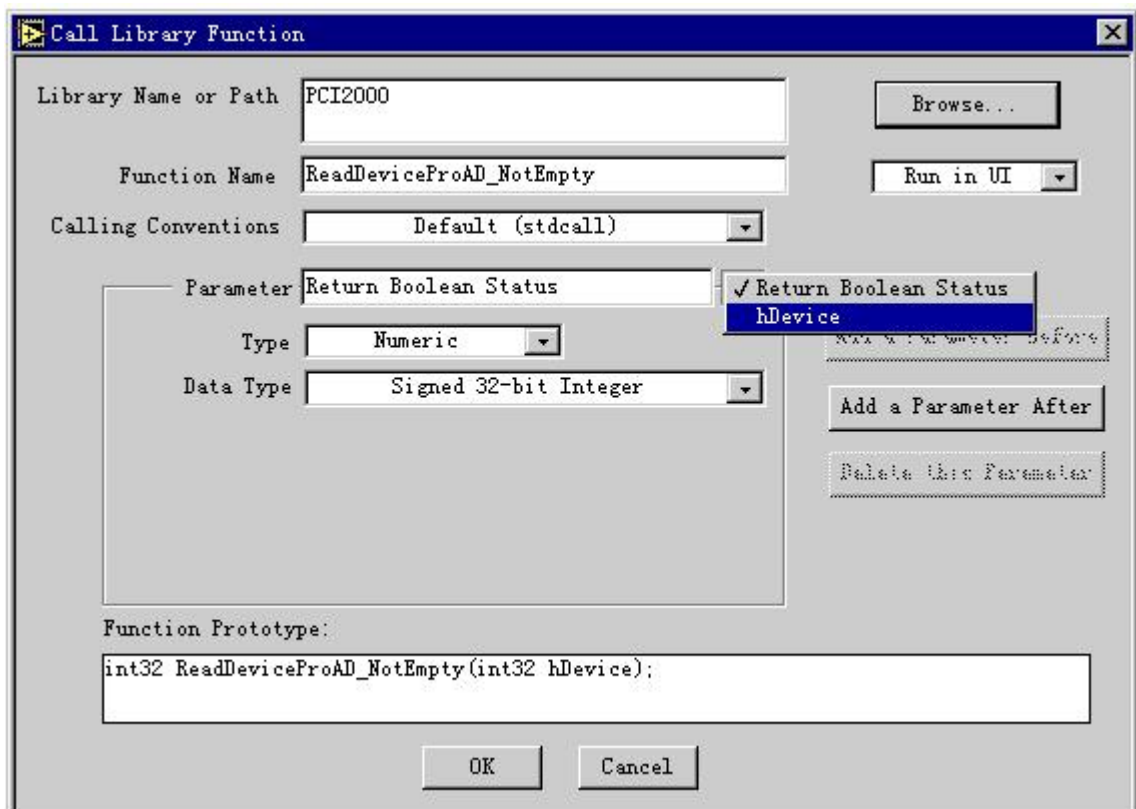

图 21 如何在某个参数这后添加另一个参数的一步
1.在 Parameter 下拉列表框中将当前参数位置定位在 hDevice 参数上,如图 21;